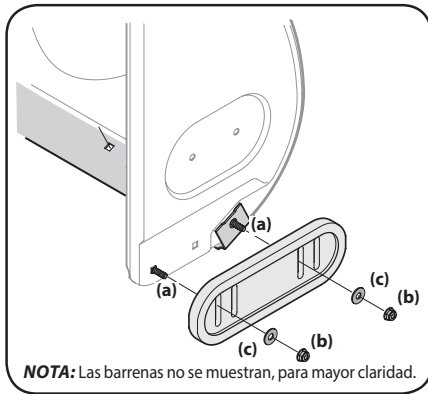

Figura 4-1
2. Gire y vuelva a montar las zapatas antideslizantes nuevas con los cuatro pernos de carro (a) (dos a cada lado) y las tuercas de brida hexagonales (b) y las arandelas planas (c). Consulte la Figura 4-1.